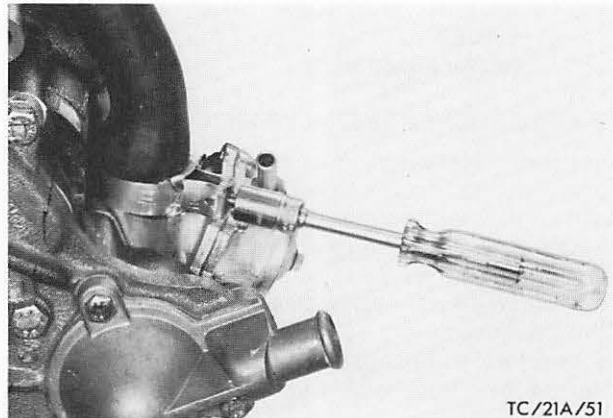

Abb. 131 Bypass-Schlauch am Thermostatgehäuse entfernen
7. Verbindungsschlauch Wasserauslaßstutzen-Startautomatik und Bypass-Schlauch am Thermostatgehäuse entfernen, Abb. 131.